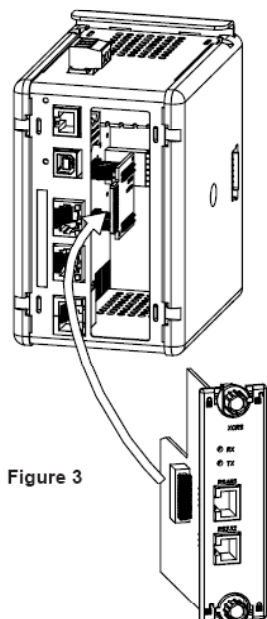

Figure 3
4. Insérer précautionneusement la carte optionnelle dans le port d'extension disponible tout en alignant le connecteur situé sur le bord de la carte optionnelle avec le connecteur du circuit principal comme montré figure 3. Une fois aligné, presser légèrement sur la façade de la carte jusqu'à ce qu'elle vienne dans l'alignement de la face avant du boîtier.